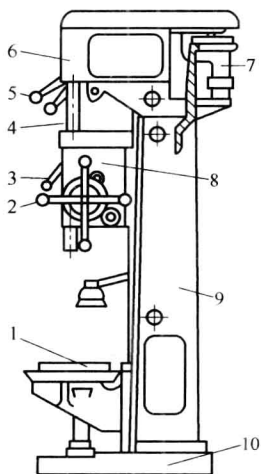

图 1-6 立式钻床
(2) 立式钻床。立式钻床是主轴箱和工作台安置在立柱上,主轴垂直布置的钻床,简称立钻,如图 1-6 所示。立钻的刚性好、强度高、功率较大,其最大钻孔直径有 25mm、35mm、40mm 和 50mm 等。该类钻床可进行钻孔、扩孔、铰孔、绞孔和攻螺纹等操作。